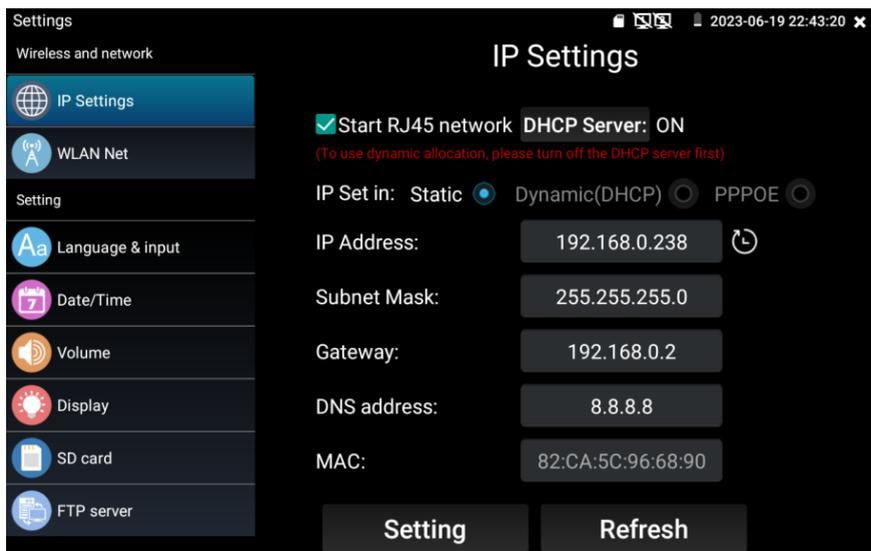

Рис. 15 Настройки подсети тестера
2. Второй способ предполагает изменение параметров подсети тестера вручную. Для этого необходимо знать точный IP-адрес видеокамеры. Обычно он расположен на наклейке на самой видеокамере или на коробке из под нее. Зная этот адрес, можно изменить параметры подсети тестера в меню «Settings» - «IP Settings» (рис. 15)